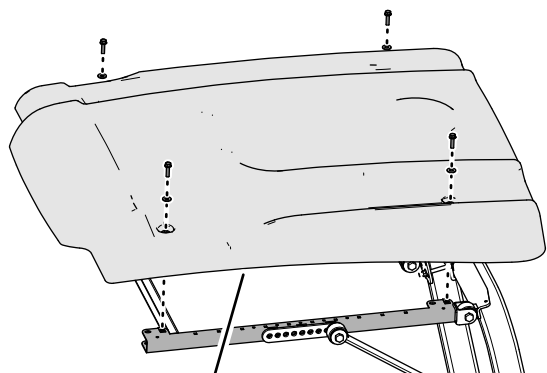
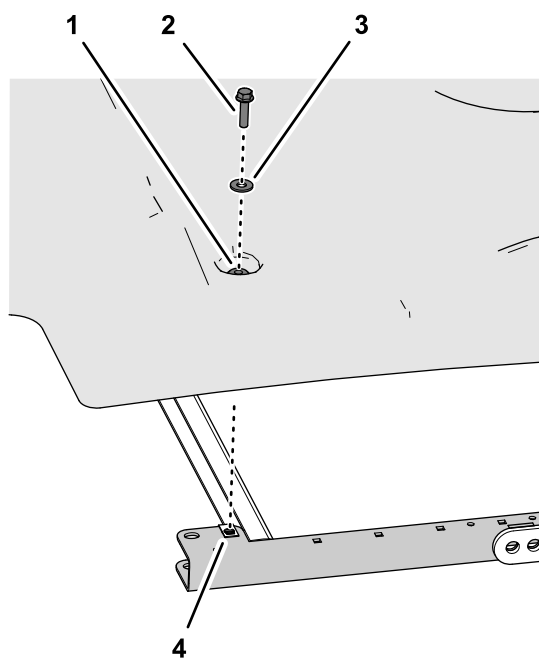

Figura 1
Figura 2
2. Togliete il parasole dalla macchina (Figura 1).
1. Togliete i 4 bulloni a testa flangiata (5/16" x 1 1/4") e le 4 rondelle (5/16") che fissano il parasole alle canaline del telaio laterale (Figura 1 e Figura 2).
2. Montate il parasole sulle canaline del telaio (Figura 2) con i 4 bulloni a testa flangiata (5/16" x 1¼") e le 4 rondelle (5/16") rimossi in precedenza.